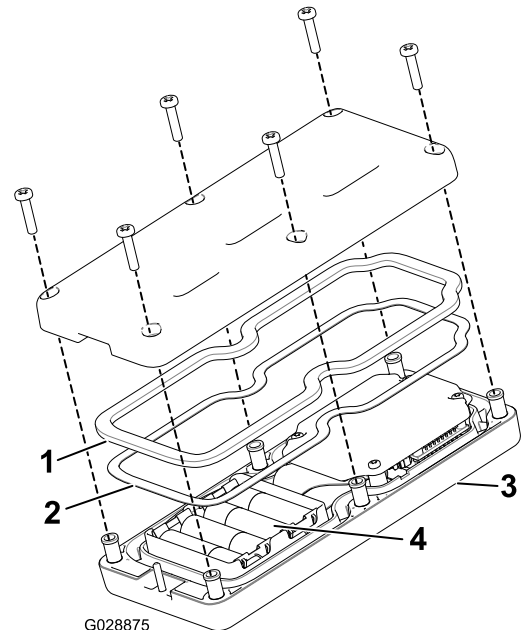

Figura 21
2. Coloque las baterías en su alojamiento observando la polaridad correcta. El alojamiento lleva marcas de polaridad para cada terminal grabadas en relieve (Figura 21).
remoto de mano y coloque la tapa trasera (Figura 21).
- 4. Ajuste la cubierta con 6 tornillos (Figura 21) y apriételos a entre 1,5 y 1,7 N·m.